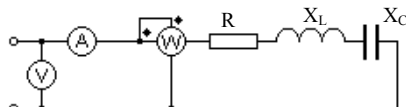

Рис. 5.3
**3. Исходные данные.** Для определения параметров цепи используется метод трех приборов (амперметра, вольтметра и ваттметра), включенных по схеме, изображенной на рис. 5.3.